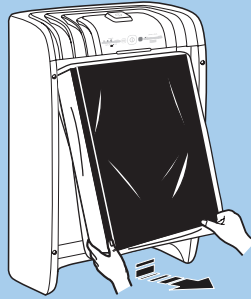

Fig. 3
- 3 Pull out the wrapped Carbon Filter and HEPA Filter (Fig. 3).
- 3 Déballez le filtre au charbon actif et le filtre HEPA (Fig. 3).
- 3 Saque los filtros de carbón y HEPA que están envueltos en plástico (Fig. 3).